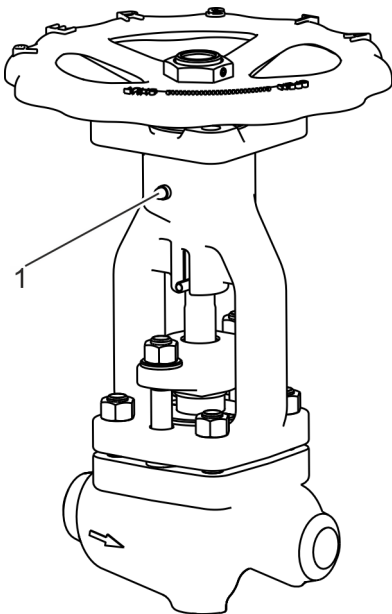

Fig. 21: Version avec graisseur
- Graisser le filetage de la broche et le logement au moyen d'un graisseur (Fig. 21/1).